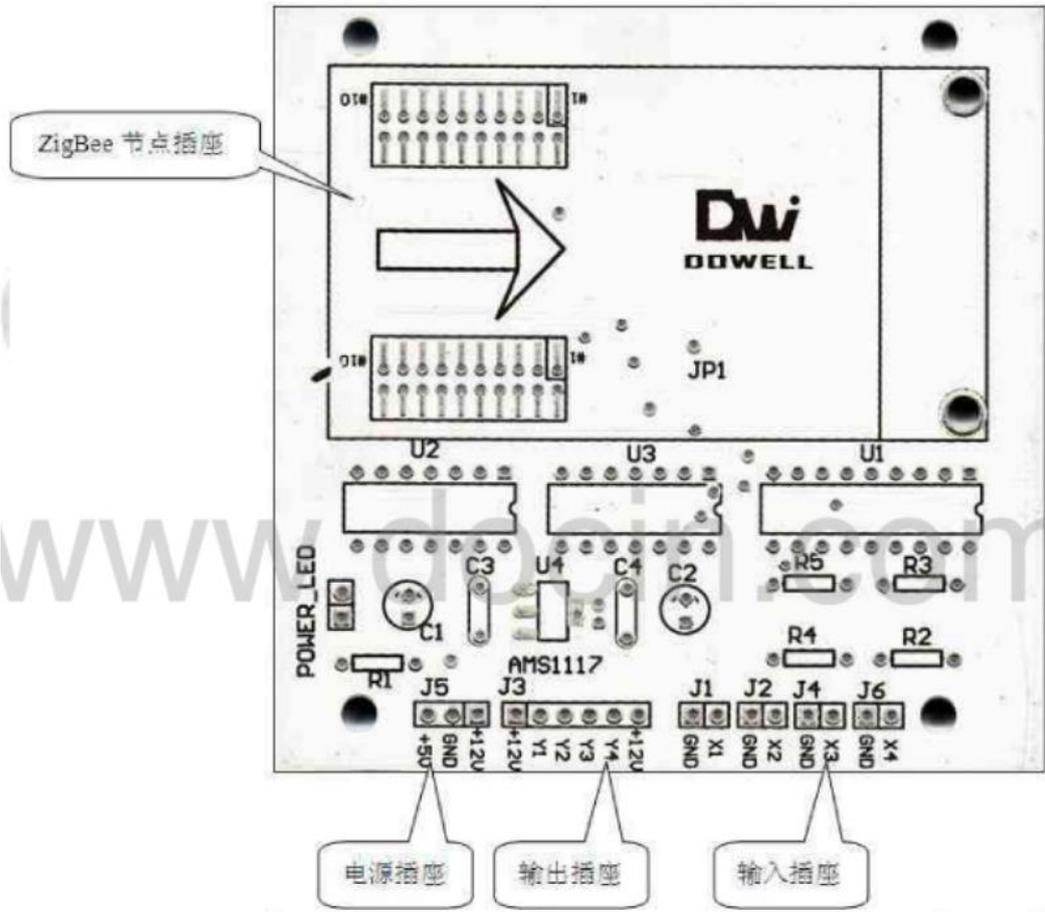
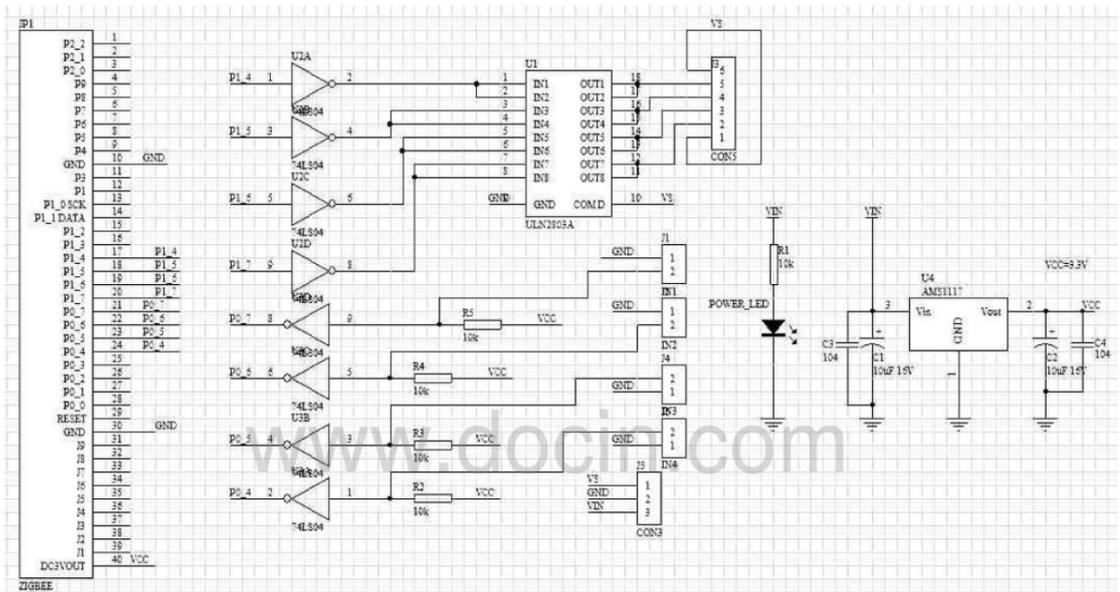
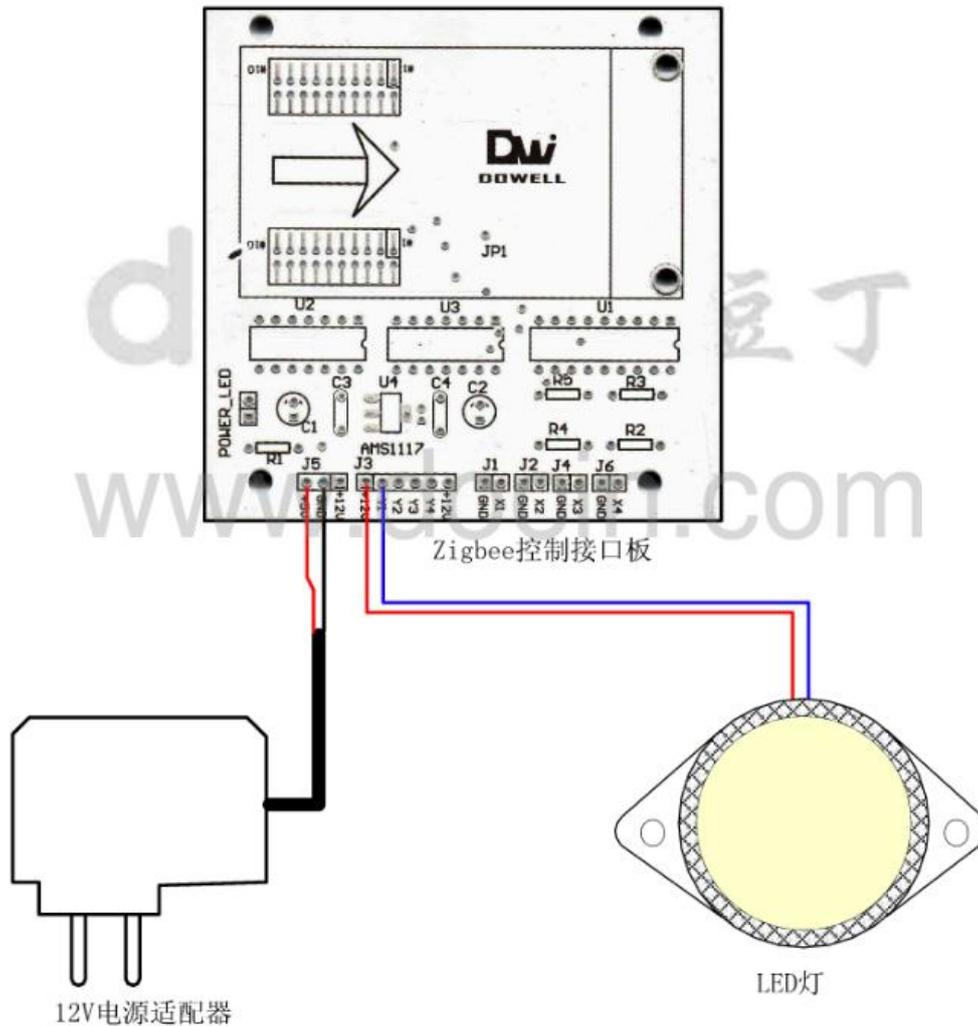

图 6 通用接口板实物图
图 7 扩展底板电路图
图 8 灯控模块电路连接图
请分析图 6 和图 7 的对应关系，然后再图 7 中，找出 CC2430 的输出控制端口和输入信号采集端口
灯光控制模块电路连接关系,见图 8
1.请分析并记录,结合图 7 和图 8,分析照明灯是由 CC2430 哪个端口控制。
2.测试并记录,按照图 8 连接线路,然后在不插入 CC2430 节点时,通过插装 CC2430 的插座中对应的控制端口加高电平或低电平,注意是 3.3V 逻辑电平,不能直接加 5V 或 12V